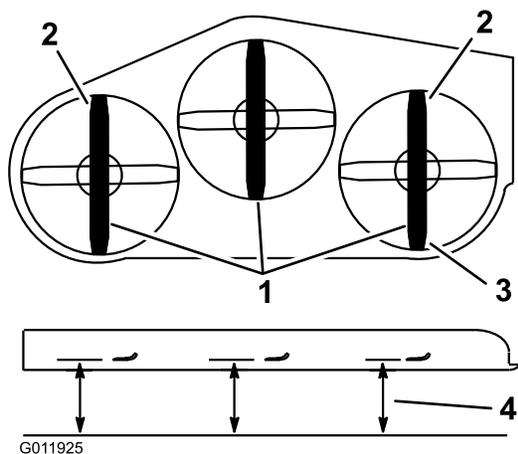

Bild 15
12. Messen Sie zur Kontrolle der Schnittmesserneigung in Längsrichtung den Abstand zwischen der Mähwerkunterseite (Mitte vorne und Mitte hinten) und der ebenen Oberfläche (Bild 15).